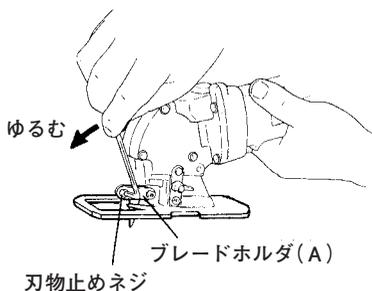

図 18
- (1) 付属の六角棒スパナで、刃物とブレードホルダ(A)を固定している刃物止めネジ2本を、反時計方向にまわしてゆるめます。(図18)